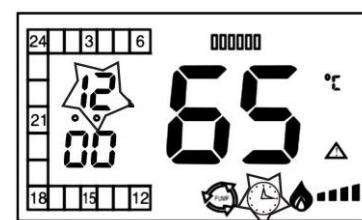

Рис.7
- Подключить комнатный регулятор температуры при помощи двухжильного провода $2 \times 0,75\text{мм}^2$ к клеммам котла **беспотенциальный вход -220 вольт не подавать** (рис.7).
При повторном нажатии кнопки [TIMER] выключается индикатор таймера (рис.7), и котел продолжает работу в режиме отопления без учета времени.